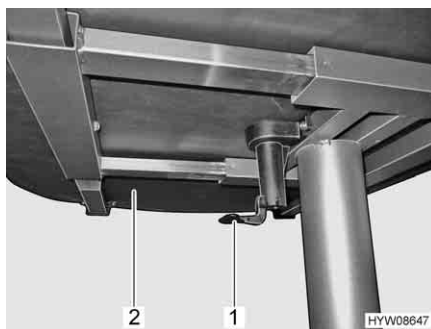

Fig. 84 Leva per spostare il piano del tavolo
- Tirare o spingere la leva (Fig. 84,1) verso il basso.
- Spingere il piano del tavolo (Fig. 84,2) nella posizione desiderata.